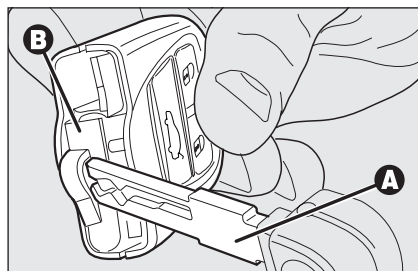

fig. 11
- sfilare il cassetto **B-fig. 11** (di colore rosso) inserito a pressione facendo leva con l'inserto metallico **A** della chiave elettronica nel punto indicato in figura;